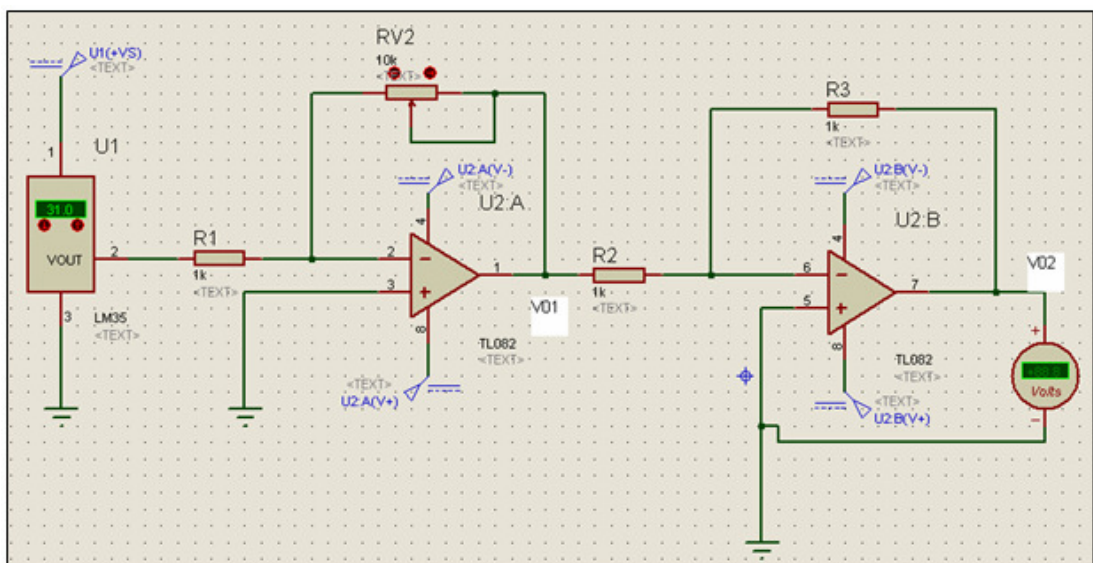

FIGURA 2
2. Figura 2..... Acondicionador de Señal para LM35